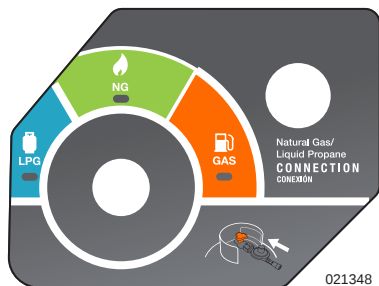

Figure 3-3. Gas/LP/NG Dial
4. See Figure 3-3. Turn engine GAS/LP/NG dial to GAS.